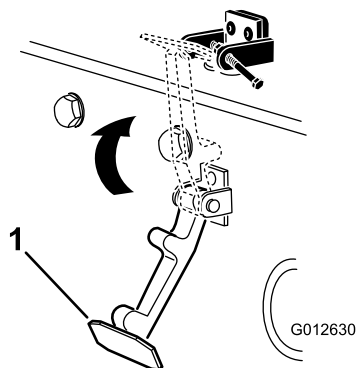

Рисунок 9
7. Введите защелку в зацепление с кронштейном защелки капота (Рисунок 9).